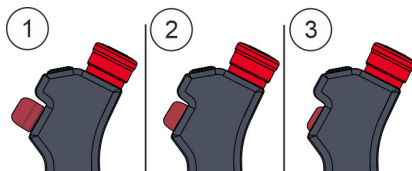

Abb. 33 3 Stufen des Zustimmtasters
Der Zustimmtaster ist dreistufig ausgeführt **Abb. 33** :
In der ersten Stufe ist der Zustimmtaster unbetätigt und der Roboter lässt sich nicht bewegen **Abb. 33** / ①.
In der zweiten Stufe befindet sich der Zustimmungstaster in Mittelstellung und die Zustimmungsfunktion wird aktiviert. Der Roboter kann nun über die Benutzeroberfläche oder den Handführungstaster bewegt werden Abb. 33/②. Die Geschwindigkeit des Roboters im Bereich des Endeffektors ist dabei auf 250 mm/s begrenzt. Ein Verfahren des Roboters mit höherer Geschwindigkeit kann in der Benutzeroberfläche durch aktives Bestätigen freigeschaltet werden (siehe auch  „Betriebsart Manuell“ auf Seite 44). Das Einstellen der Verfahrensgeschwindigkeit ist den Personalgruppen Systemintegrator, Sicherheitsingenieur und Programmierer vorbehalten.
In der dritten Stufe ist der Zustimmungstaster ganz durchgedrückt, wodurch die Zustimmungsfunktion deaktiviert wird und alle Roboterbewegungen stoppen Abb. 33/③. Dadurch wird sichergestellt, dass beim Loslassen oder Durchdrücken des Tasters in einer Schrecksituation keine Roboterbewegungen möglich sind. Der in den Positionen 1 und 3 ausgelöste Sicherheitshalt besitzt die Stoppkategorie 2 (DIN EN 60204-1:2019-06). Um den Roboter nach einem am Zustimmungstaster ausgelösten Sicherheitshalt wieder in Betrieb zu nehmen, muss der Zustimmungstaster zunächst vollständig losgelassen werden.